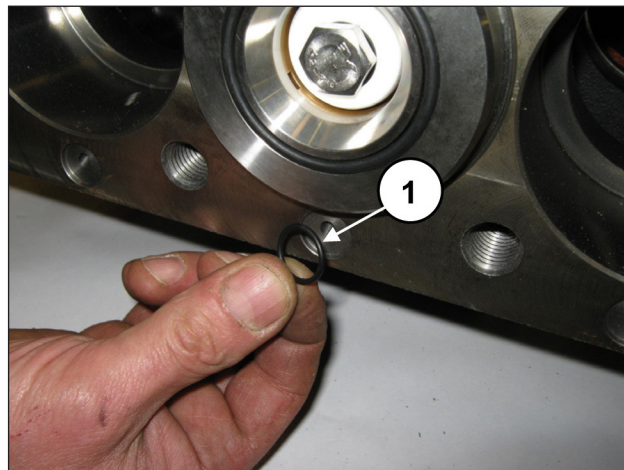

Fig. 167
Applicare i 6 O-ring frontali del carter pompa (pos. ①, Fig. 167).